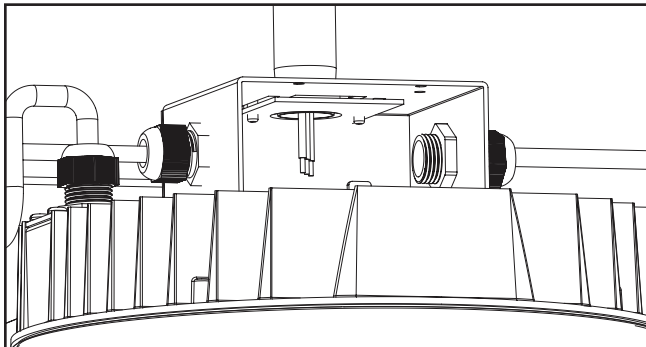

Figura 10.
6. Verifique que el vástago colgante esté completamente acoplado con la placa de montaje ajustable asegurándose de que la parte inferior del vástago colgante esté a ras con o sobresalga ligeramente más allá de la parte inferior de la placa de montaje ajustable. (Figura 10)